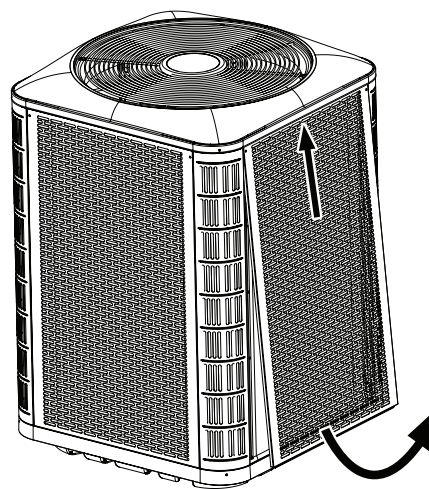

Figure 3. Désassemblage du panneau
2. Glissez le panneau vers le haut et le bac supérieur pour dégager la bride inférieure du bac inférieur. Voyez la Figure 3, (page 7).